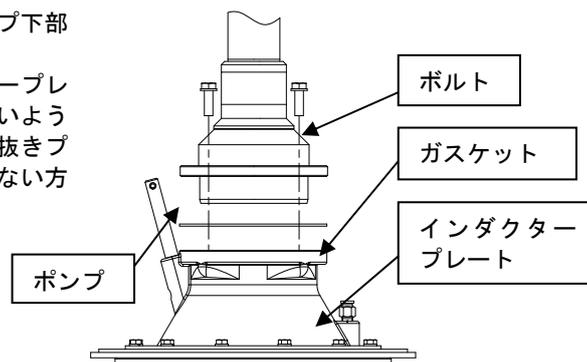

Fig.6 インダクタープレートの取り付け
3.4 液材吸込配管の接続（ポンプとインダクタープレートの接続、**Fig.6**）